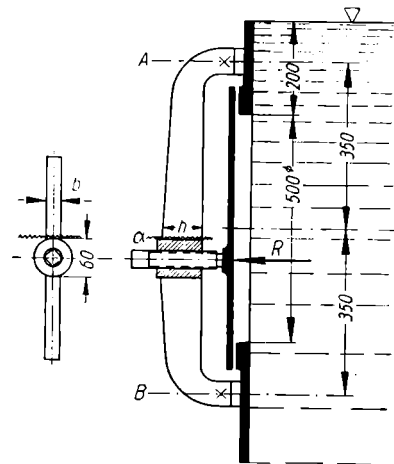

Bild 224
40. An einem Wasserbehälter ist ein Ausschnitt von 500 mm Durchmesser nach Bild 224 durch einen Deckel mit Druckschraube verschlossen. Die Befestigungsschrauben A und B des Verschlussbügels liegen symmetrisch in je 350 mm Abstand